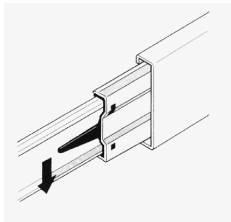
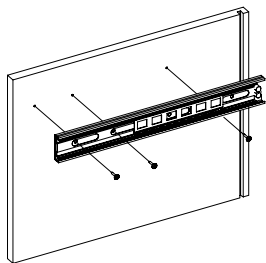

Рис.1
Рис.2
- Отсоедините от основания телескопических направляющих внутренние планки, отогнув пластиковый рычажок фиксатора (Рис. 1). Основания телескопических направляющих закрепите на деталях 2, 3, 4, 5 шурупами 3,5x16 (Рис. 2).